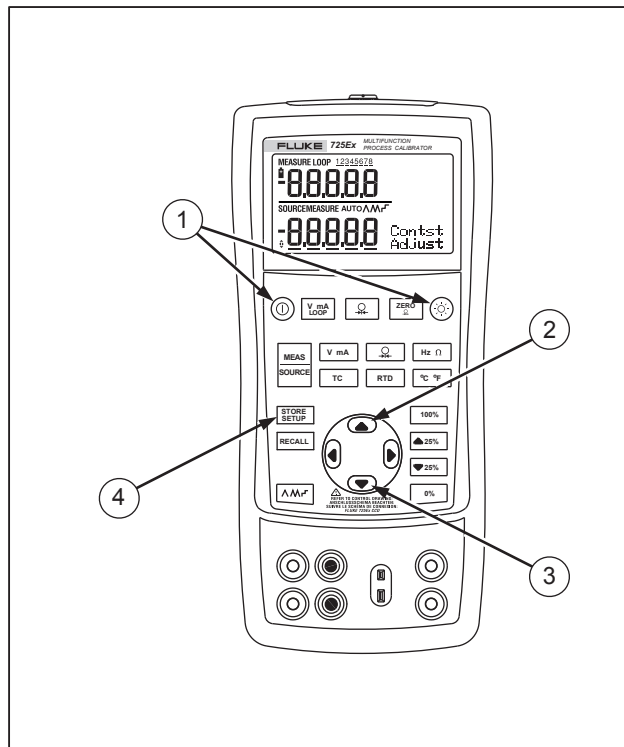

图 6.调节对比度
1. 按下  和 ，直至“对比度调节”的显示如图 6 所示。